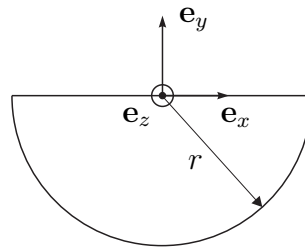

Abbildung 6: Geometrie eines Halbkreises.
4. Betrachten Sie zunächst den in Abbildung 6 dargestellten Halbkreis.